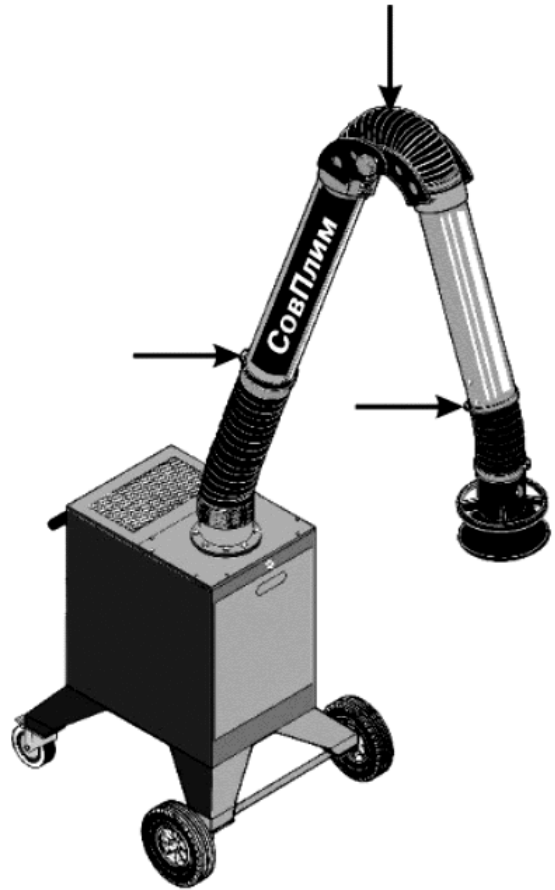

Рис. 8.6
8.2.5. Присоедините гибкий шланг ($L = 650$ мм) и хомуты (см. рис. 8.6).